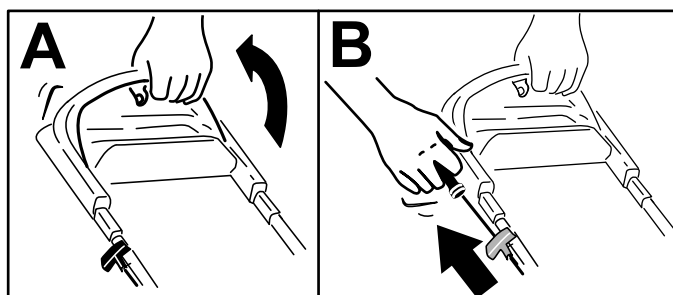

Рисунок 14
1. Удерживайте штангу управления ножом прижатой к рукоятке (вид А на Рисунок 14).
2. Потяните рукоятку ручного стартера (вид В на Рисунок 14).